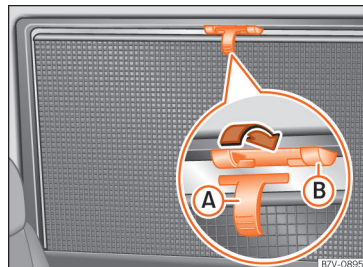

Abb. 127 Im hinteren rechten Fenster: Sonnenschutzrollo.
- Sonnenschutzrollo am hervorstehenden Griff » Abb. 127 A ganz nach oben ziehen.
- Zum Einrollen Sonnenschutzrollo oben aushängen und von Hand nach unten führen » ①.